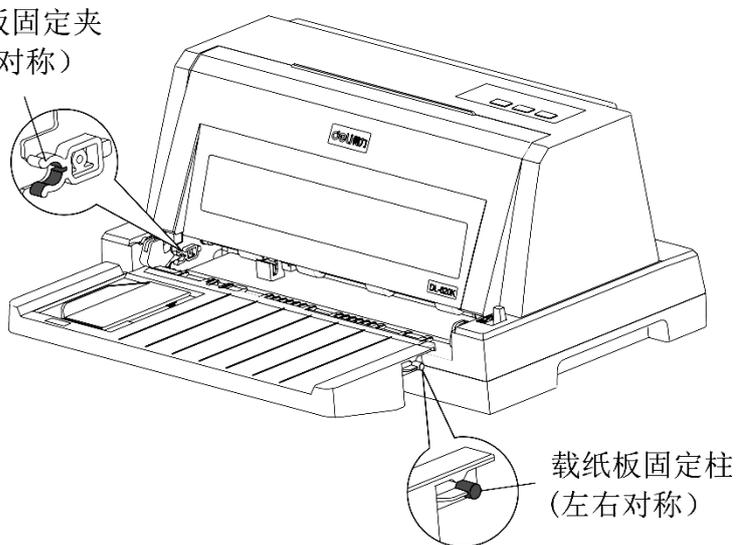

图 6
2) 按图 6 所示，平推载纸板，将载纸板固定柱插入打印机的载纸板固定夹内。